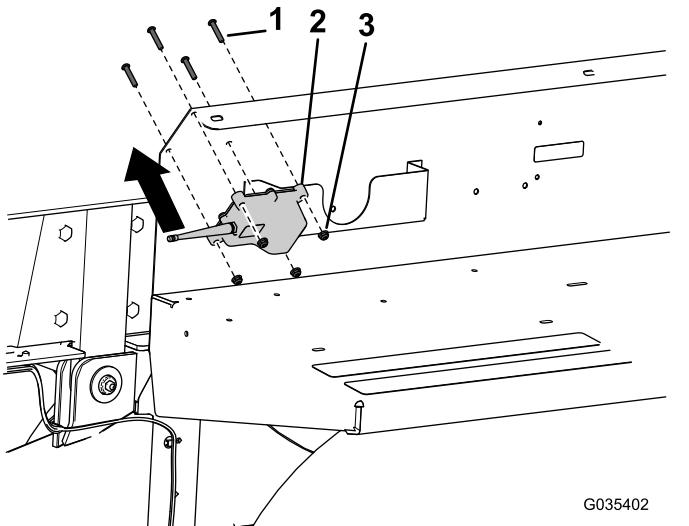

Рисунок 5
- Установите базовый модуль RF2CAN на ограждение крыла с помощью 4 колпачковых винтов ($\frac{1}{4} \times 1\frac{1}{4}$ дюйма) и 4 гаек ($\frac{1}{4}$ дюйма), как показано на Рисунок 5.
Примечание: Убедитесь, что винты вставлены в правильном направлении; см. Рисунок 5.